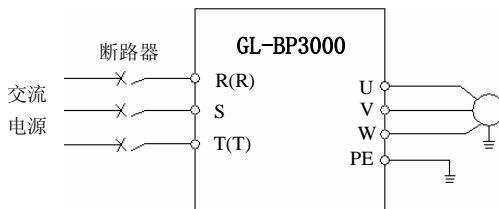

图 3-3 主回路简单配线
- (1) 接线前，确保已完全切断电源 10 分钟以上，否则有触电危险。
- (2) 严禁将电源线与变频器的输出端 U、V、W 连接。
- (3) 变频器本身机内存在漏电流，为保证安全，变频器和电机必须安全接地，接地线一般线径为  $3.5^2$  以上铜线，接地电阻小于  $10\Omega$ 。
- (4) 变频器出厂前已通过耐压试验，用户不可再对变频器进行耐压试验。
- (5) 变频器与电机之间不可加装电磁接触器和吸收电容或其它阻容吸收装置,如图 3-3。
- (6) 为提供输入侧过电流保护和停电维护的方便，变频器应通过中间断电器与电源相连。
- (7) 继电器输入及输出回路的接线(X1~X6、FWD、REV、OC、、DO)，应选用  $0.75^2$  以上的绞合线或屏蔽线，屏蔽层一端悬空另一端与变频器的接地端子 PE 相连，接线长度小于 50。